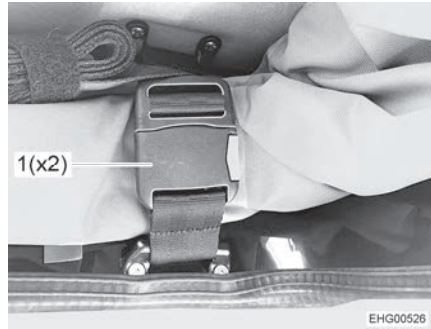

Bild 87 Gurtschloss
- Beide Gurtschlösser (Bild 87,1) öffnen.